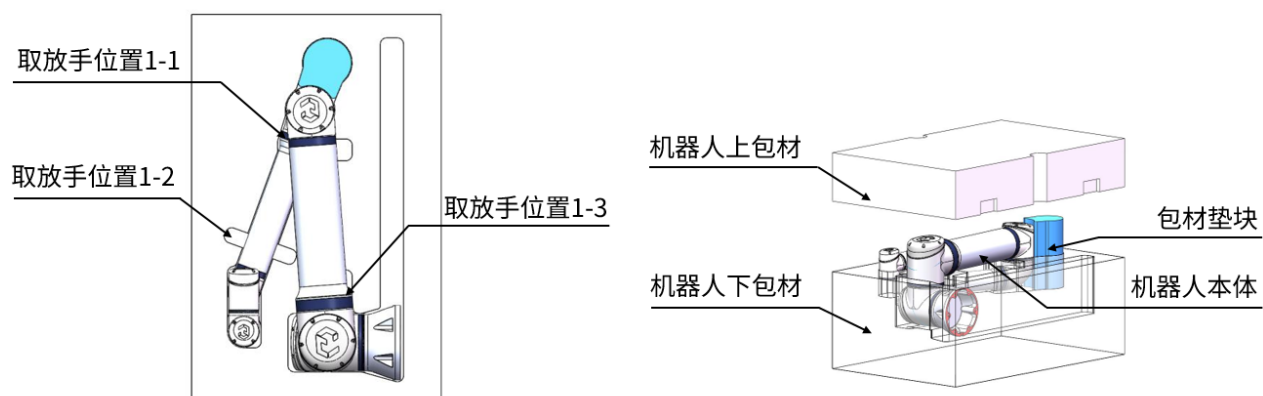

图 6-2: 机器人打包图 2
2. (A1: 180°、A2: -175.75°、A3: 155.8°、A4: -70.05°、A5: 180°、A6: -45°)，如图 6-2所示。